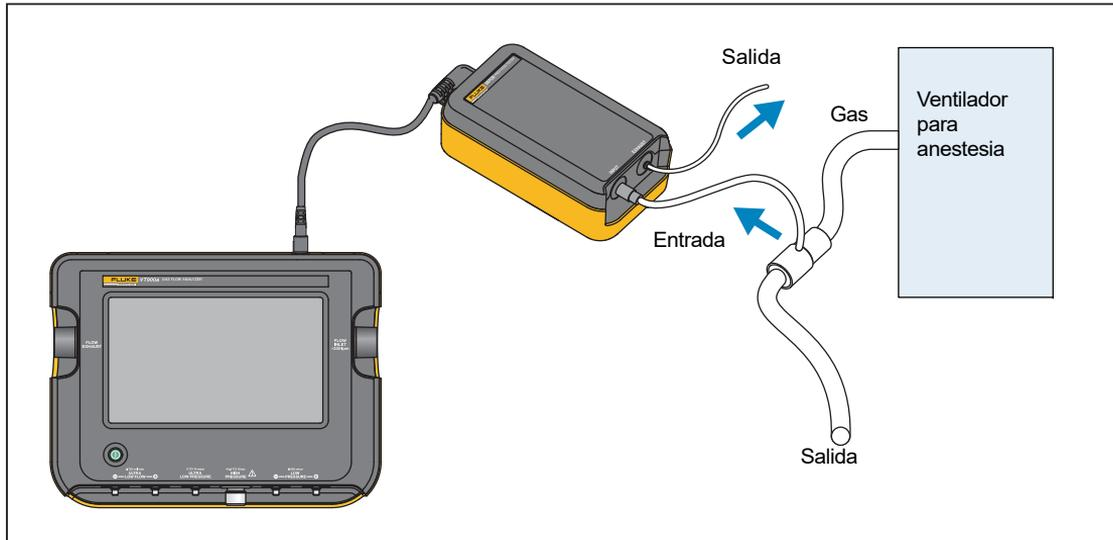

Figura 4. Conexiones de gas para anestesia
Las conexiones de VAPOR se muestran en la Figura 4.
1. Efectúe estas conexiones en VAPOR (consulte la Figura 4):